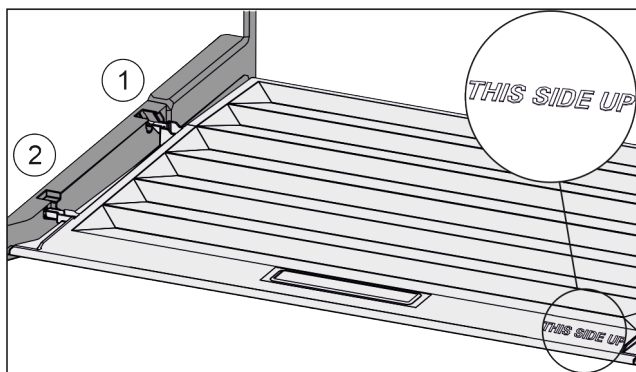

Fig. 97
- Introduceți nervura capacului prin orificiul suportului posterior Fig. 97 (1) și înclicetați-l în față în suport Fig. 97 (2).